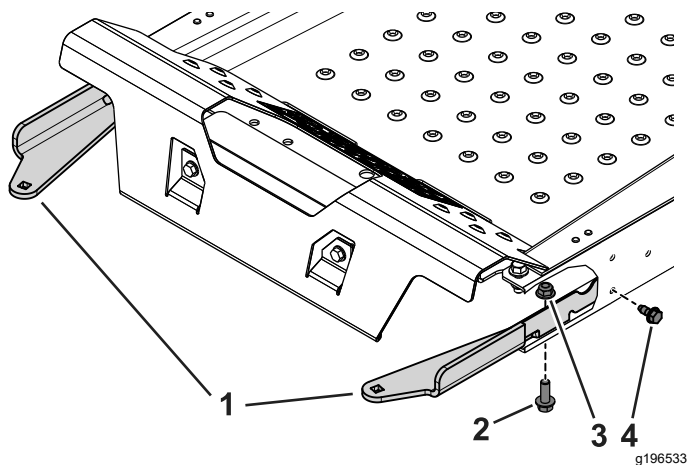

Figura 3
2. Folosiți cele 2 uruburi cu autofiletare ($\frac{5}{16} \times \frac{3}{4}$ "), 2 uruburi ($\frac{3}{8} \times 1\frac{1}{4}$ ") i piulițele cu guler ($\frac{3}{8}$ ") pentru a fixa pe maină elementele de montare stânga i dreapta pentru compartimentul de greutate (Figura 3).